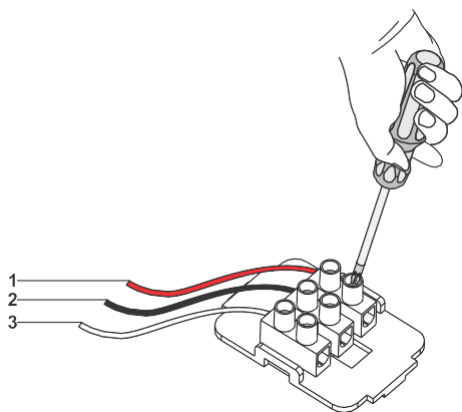

Fig. 19
- 1. ➤ **NC/COM:** När dessa två anslutningar används och ventilatorn är avstängd, kommer ventilatorn att ge den anslutna apparaten en konstant signal. (Fig. 19).
- 2. ➤ **NO/COM:** När dessa två anslutningar används och ventilatorn slås på, kommer ventilatorn att ge den anslutna apparaten en konstant signal. (Fig. 19).